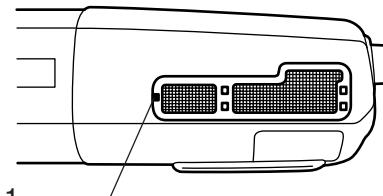

Fig. 1
- There are three types of dust cover attachment and each is used in one of different positions. (**Fig. 1, 2 & 3**)
- Il existe trois types de capuchon antipoussière, chacun d'eux s'utilisant sur une position différente. (**Fig. 1, 2 et 3**)
- Es gibt drei verschiedene Staubfänger, die in verschiedenen Positionen verwendet werden. (**Abb. 1, 2 u. 3**)
- Er zijn drie soorten stofkappen die elk in een verschillende positie worden gebruikt. (**Fig. 1, 2 en 3**)
- Hay tres tipos de accesorio de cubierta contra el polvo y cada uno se utiliza en una de las diferentes posiciones. (**Fig. 1, 2 y 3**)